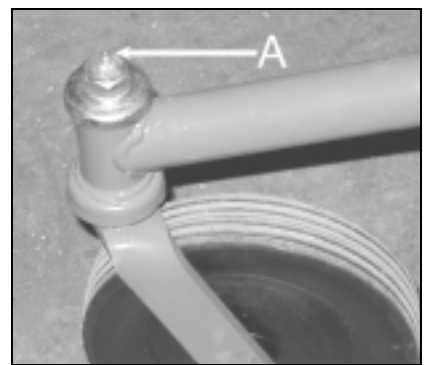

Figure 21
- Graissez le pivot de la roue avant (figure 21, repère A) avec de la graisse au bisulfure de molybdène -NLGI N°2. Nettoyez puis donnez un ou deux coups de pompe à graisse. Ne laissez pas la graisse en excès autour des pièces particulièrement en zone sableuse.